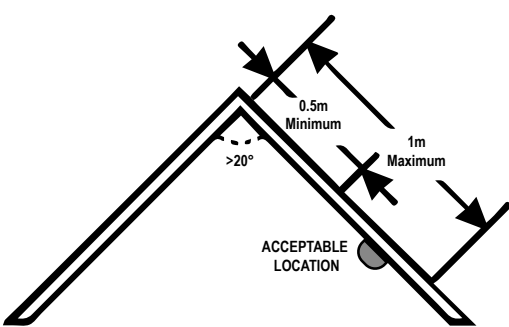

Fig. 5
- Se alcune stanze hanno soffitti inclinati, a punta o a due spioventi, la distanza tra il colmo del tetto e il punto di montaggio del rilevatore di fumo sui soffitti in pendenza (>20°) va da un minimo di 0,5 m a un massimo di 1 m misurato lungo il soffitto come mostrato nella Fig. 5.
- If some rooms have sloped, peaked or gabled ceilings, the distance between the peak and the smoke detector mounting point on sloping ceilings (> 20 °) ranges from a minimum of 0.5 m to a maximum 1 m measured along the ceiling as shown in Fig. 5.
- Si certaines pièces ont des plafonds inclinés, pointus ou à pignon, la distance entre la faîte du toit et le point de montage du détecteur de fumée sur les plafonds inclinés (> 20°) varie d'un minimum de 0,5 m à un maximum de 1 m mesuré le long du plafond comme illustré à la Fig. 5.